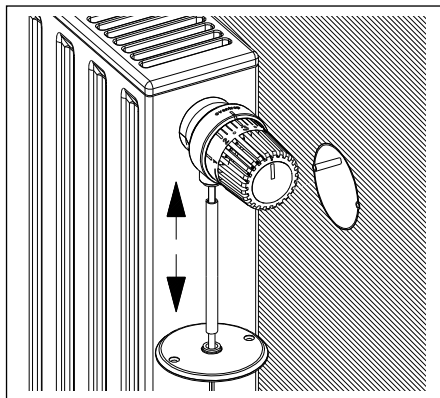

Bild 2
5. Das Kabel durch den Schutzschlauch ziehen und den Schutzschlauch in die Steckverbinder am Thermostat und Deckel bis zum Anschlag einstecken (Bild 2).
5. Trek de kabel door de beschermsslant en steek de beschermsslant in de steekverbinders van de thermostaat en deksel tot aan de aanslag (Afb. 2).